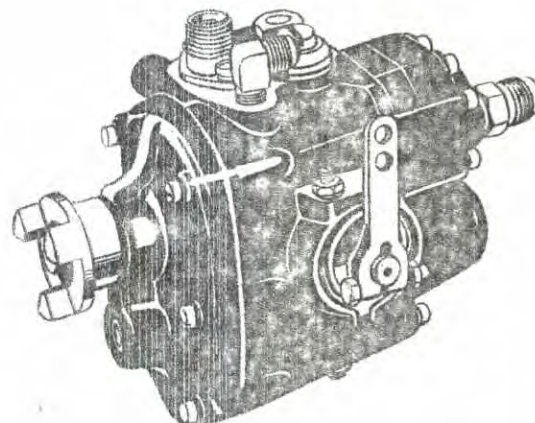

Fig.3 Bomba de inyección Cummins "PT"
- 3º Tipo "PT" o de presión tiempo (fig.3)